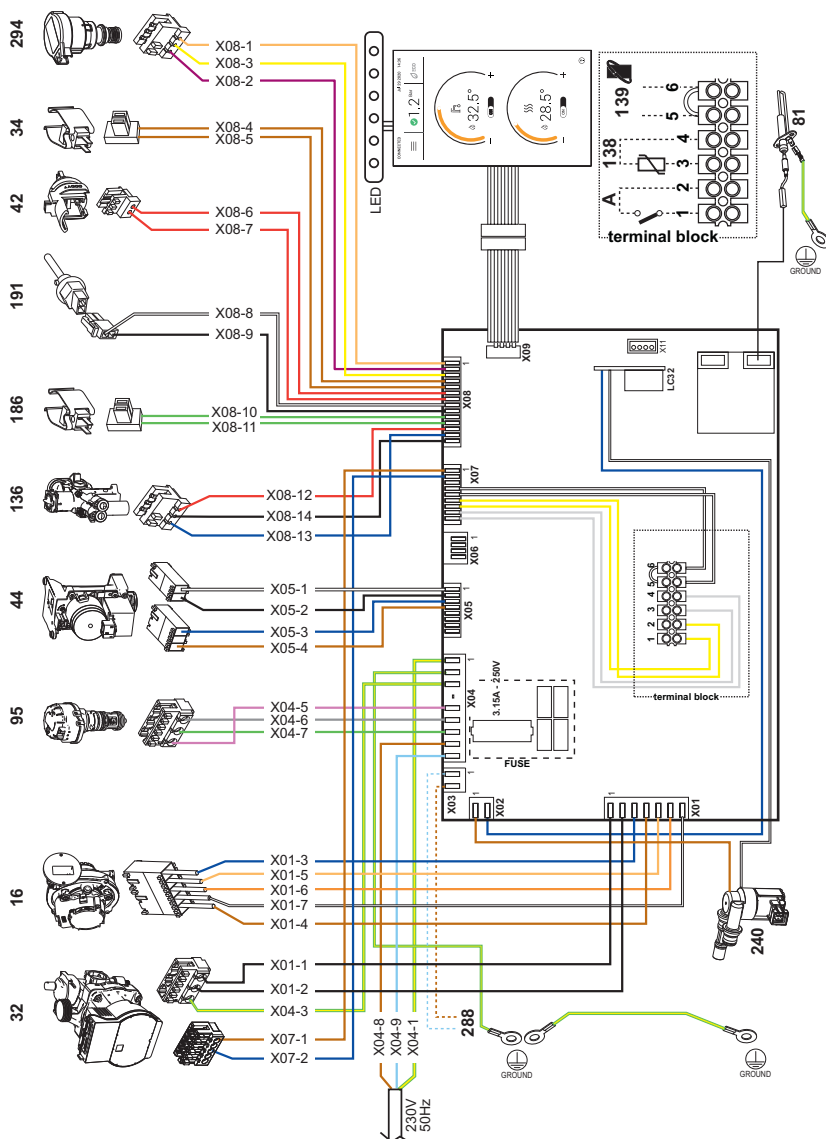

fig. 58- Esquema eléctrico
4.6 Esquema eléctrico (fig. 58)